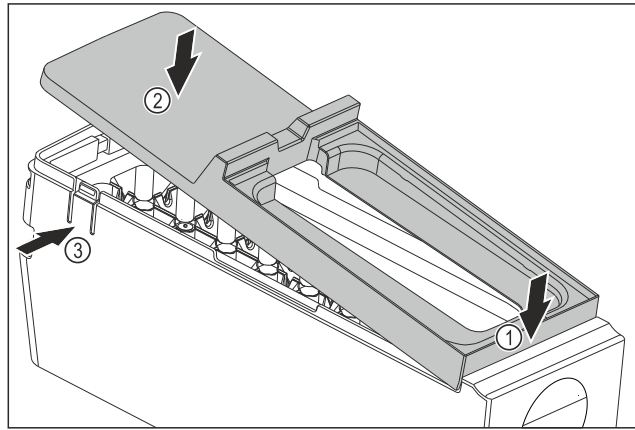

Fig. 134
- ▶ Монтаж на капака на корпуса на EasyTwist-Ice: Поставете капака отпред. Fig. 134 (1)
- ▶ Спуснете капака отзад. Fig. 134 (2)
- ▷ Капакът се фиксира с щракване в двете езичета Fig. 134 (3).